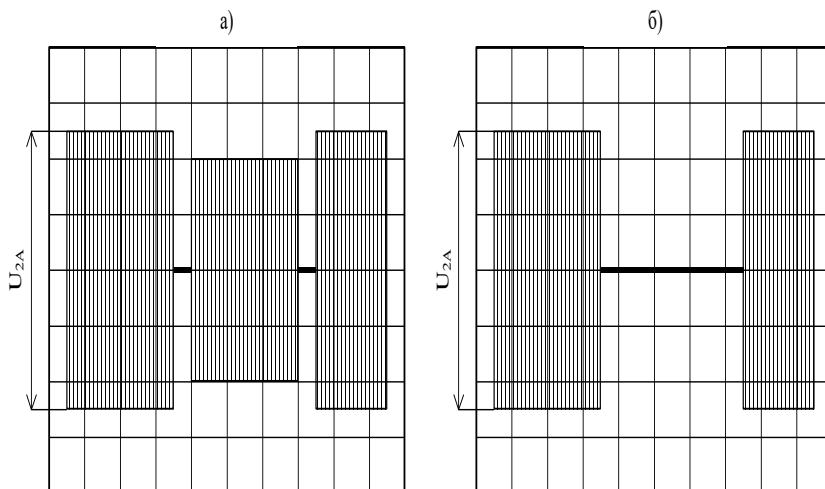

Рисунок 3 – Осциллограммы сигналов двух- (а) и четырёхпроводного (б) окончания
- переключателем развертки осциллографа добиться, чтобы на экране осциллографа наблюдались от 2 до 6 частотных пакетов кодовых посылок (рисунок 3);